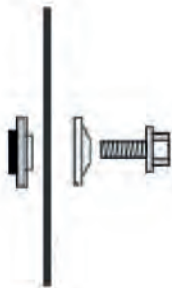

Рисунок 13
19. Рукоятка устройства фиксации угла наклона режущей головки (рис. 13)
Установите необходимый пильный диск и фланец на шпиндель и затяните болт против часовой стрелки (рисунок 13).